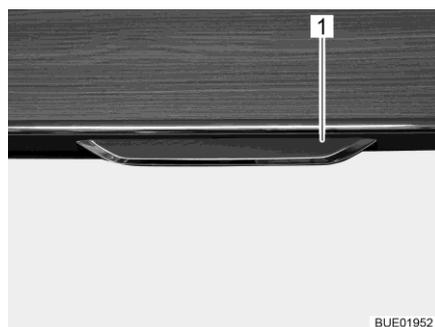
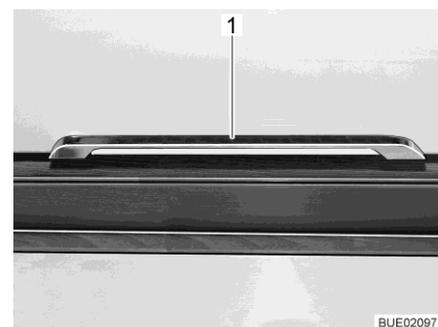

Bild 68 Möbelklappe mit Entriegelungsgriff
Bild 69 Entriegelungsgriff (Ixeo T)
- Entriegelungsgriff (Bild 68,1 und Bild 69,1) nach außen oder nach unten ziehen.